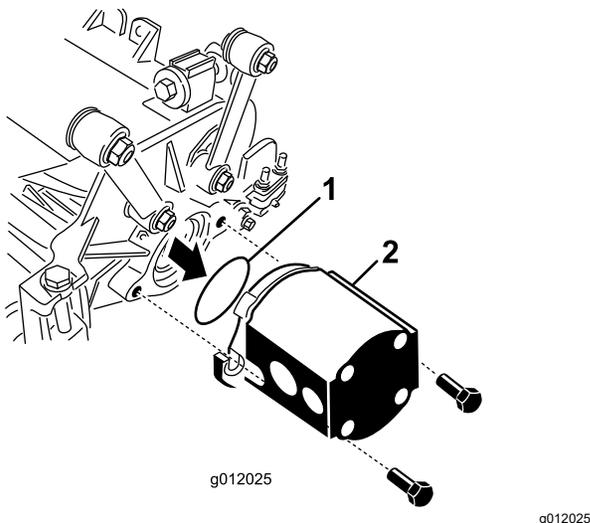

Рисунок 25
колпачковыми винтами, входящими в комплект режущего блока (Рисунок 25).
5. Установите уплотнительное кольцо (поставляемое в комплекте с режущим блоком) на фланец приводного двигателя (Рисунок 25).